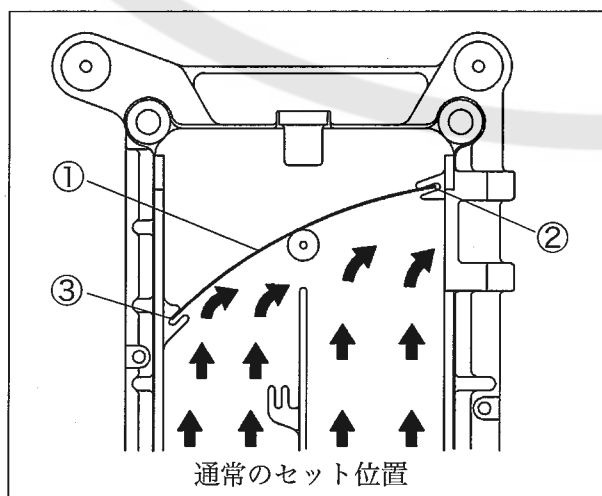

図 2
通常の場合、風調整板①を油受ケのガイド部②と③に差し込んでください。(図2 参照)